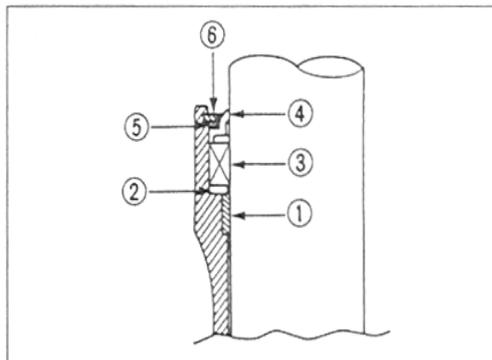

Bild 197
- Anschlagring in Nut des Gleitrohrs einsetzen und darauf achten, dass dieser einwandfrei in seiner Nut sitzt. Staubdichtung einsetzen (Bild 197).